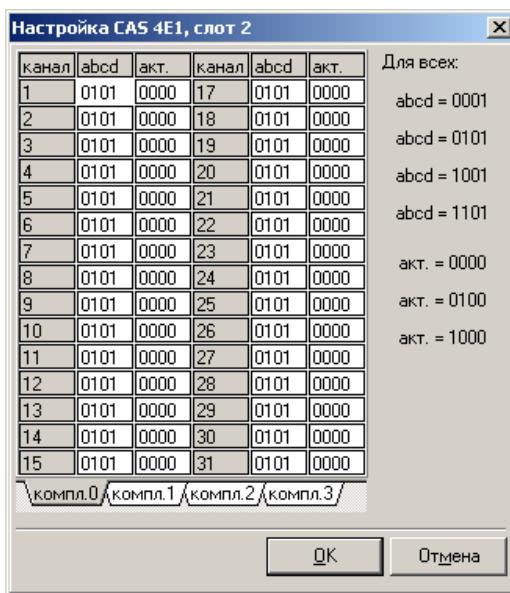

Рисунок 23
- щелкнуть правой кнопкой мыши на изображении нужной платы 4Е1, 1/2DSL (2DSL2), 4ТоР или 4И15 и выбрать из контекстного меню пункт «биты сигнализации», после чего появится окно, позволяющее настроить сигнальные биты выделенного(ых) сигнального(ых) канала(ов) для потока(ов) Е1/ИКМ15/DSL данной платы (рис. 23);